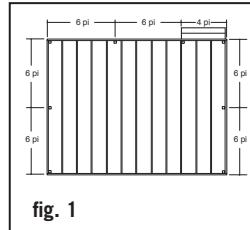

fig. 1
Étape 1 : Calculez le nombre de poteaux pour balustrades dont vous aurez besoin pour votre terrasse. Les poteaux doivent être espacés de 6' de centre à centre. Exemple : Une terrasse de 12 pi x 16 pi fixées à un immeuble avec une ouverture de 4 pi sur le côté afin d'y accéder demandera 8 poteaux (fig.1).